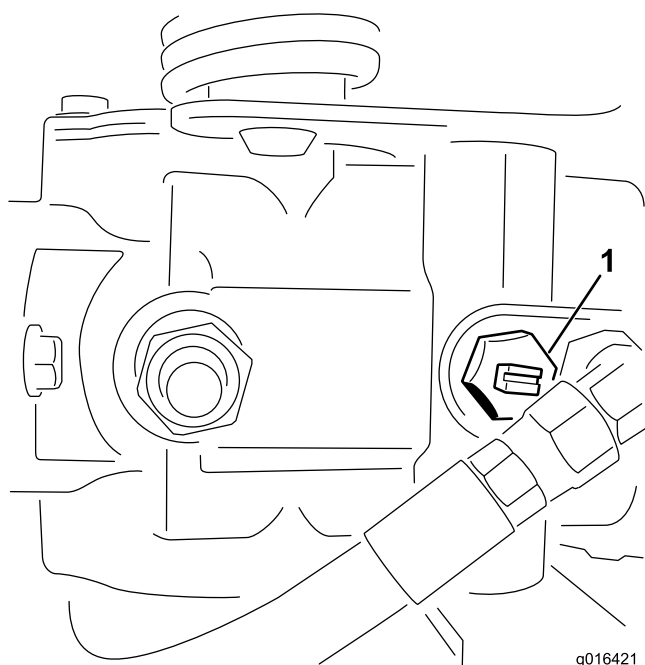

Figura 32
1. Localize a válvula de derivação na bomba e rode-a de forma a que a ranhura fique na vertical (Figura 32).
2. Antes de ligar o motor, feche a válvula de derivação rodando-a de forma a que a ranhura fique na horizontal (Figura 32).